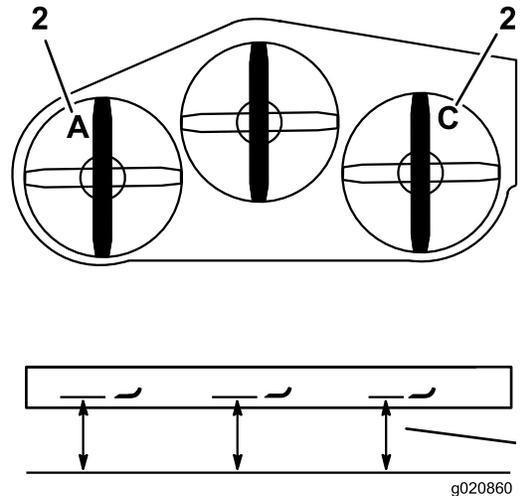

**図 85**
2. **B**位置で、平らな床面からブレードの刃先までの高さを測り、測定値を記録する **図 85**。
3. **D**位置で、平らな床面から右側ブレードの刃先までの高さを測り、測定値を記録する **図 85**。
4. **B**位置における測定値が、**D**位置における測定値の $\pm 3\text{mm}$ 以内であれば適正とする。( **図 85**). 高さの差がこの範囲内には以下の手順で調整する。